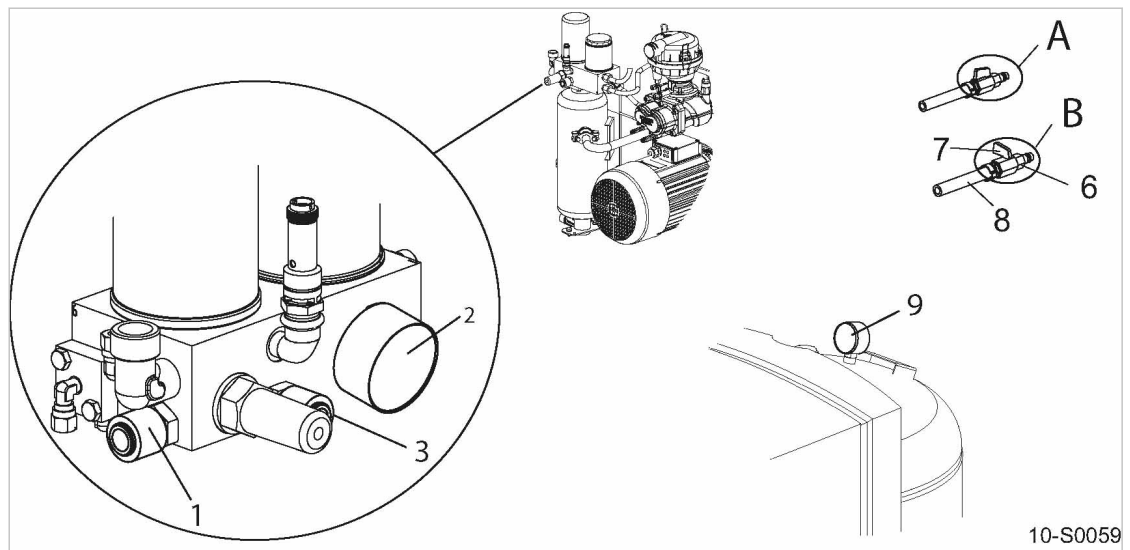

Abb. 27 Maschine entlüften
beide Manometer ② und ⑨ (siehe Abbildung 27) zeigen 0 bar.
1. Überwurfmutter ② lösen und Luftrohr ① demontieren.
2. Anschluss für Luftrohr ③ mit Servicearmatur ④ und Überwurfmutter ⑤ verschließen.
Beide Manometer ② und ⑨ (siehe Abbildung 27) zeigen 0 bar.
5. Verschlussarmatur ④ demontieren und Luftrohr ① wieder montieren.
Voraussetzung Maschine ist vollständig drucklos, beide Manometer ② und ⑨ (siehe Abbildung 27) zeigen 0 bar.
- ① Sicherheitsventil
- ② Kupferdichtung
- ④ Service-Armatur
1. Sicherheitsventil ① lösen und zusammen mit Kupferdichtung ② demontieren.
2. Anstelle des Sicherheitsventils Service-Armatur ④ mit Kupferdichtung ② montieren.
5. Service-Armatur ④ demontieren und Sicherheitsventil mit **neuer** Kupferdichtung druckdicht montieren.